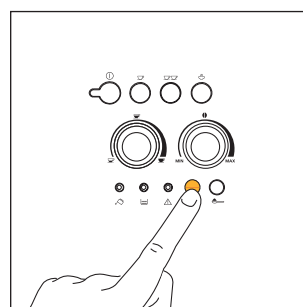

Fig. 14
1) Si, la machine à peine en marche, vous devez faire une tasse de café serré (moins de 60 cc) utilisez l'eau chaude du rinçage pour préchauffer les tasses (voir conseil § 4.3 point 5). Si, en revanche, il s'est écoulé plus de 2/3 minutes depuis le dernier café fait, vous devrez préchauffer l'infuseur avant de faire un autre café, en appuyant sur la touche ☕☕ (fig. 14). Laissez couler l'eau dans l'égouttoir